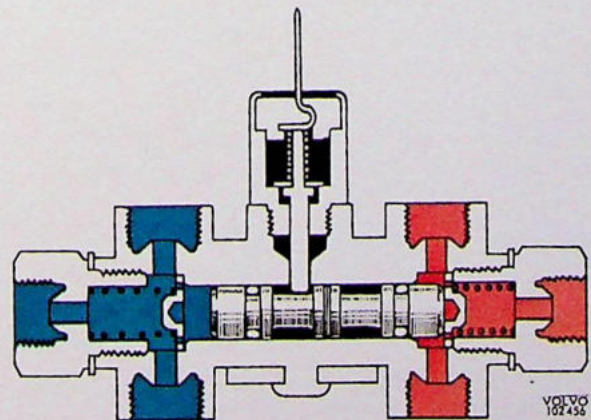

Fig. 5-33. Waarschuwingsstand
Eerst wanneer de druk in de sekundaire kring die in de primaire kring met 8—10 kg/cm² (114—142 lb/sp.in.) overtreft, worden de zuigers zo ver naar rechts gedrukt, dat de bedieningsstift (4) naar beneden gedrukt kan worden. Hierdoor kan de kontaktring (2) het huis (3) bereiken en de stroomkring inschakelen (Fig. 5-33). Indien de remkringen drukvrij zijn, verhindert de bedieningsstift de zuigers om op hun normale plaats terug te komen. Dit kan eerst gebeuren, wanneer de waarschuwingsschakelaar (3) eruit is geschroefd.